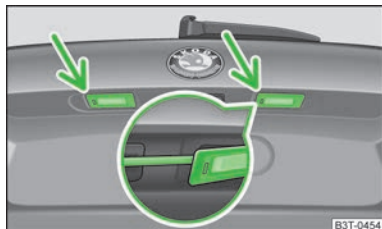

Fig. 173
- › Introduceți capătul plat al unei șurubelnițe în orificiul din locul marcat cu săgeată » fig. 173 și apăsați-l cu atenție spre centrul lămpii, lampa sare puțin din locaș.